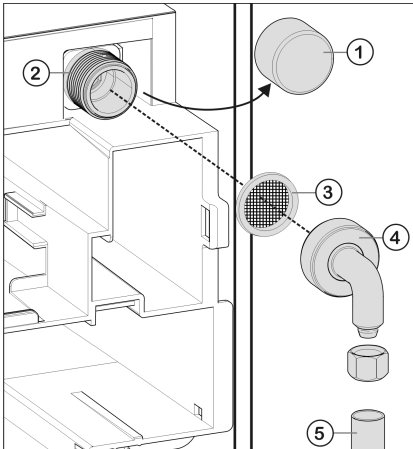

Fig. 27
- ▶ Retire el tapón Fig. 27 (1) de la electroválvula Fig. 27 (2).
- ▶ Asegúrese de que la junta Fig. 27 (3) está introducida en la pieza angular Fig. 27 (4) suministrada.
- ▶ Conecte la pieza angular Fig. 27 (4) en la electroválvula Fig. 27 (2) y apriétela, por ejemplo, con una llave de boca.
- ▶ Conecte la tubería doméstica Fig. 27 (5) (por ejemplo, de cobre) en la pieza angular Fig. 27 (4).